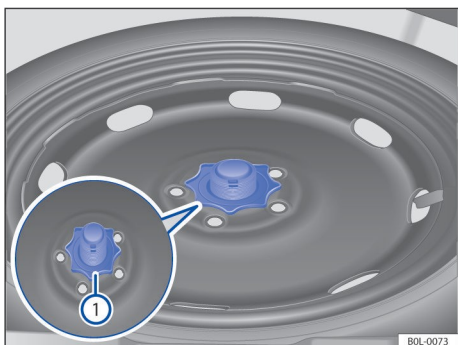

Рисунок 147. В багажнике: маховик для крепления аварийного запасного колеса
- Отвинтите фиксирующий маховик в середине запасного колеса против часовой стрелки → Рисунок 147 ①.